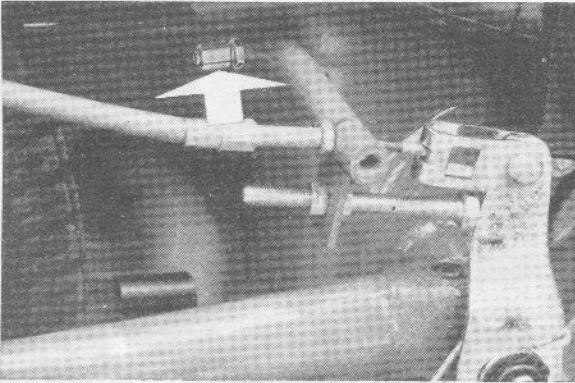

Fig. 9
- Hoofdinstelling: koppelingshefboom aan de motorkant, toegankelijk van links. Rubber beschermdop van het eind van de trekkabel afnemen, hier met de stelbout 4-5 mm speling van de koppelingshefboom instellen. Contraemoer weer aanhalen. Rubberdop niet vergeten (fig. 9).